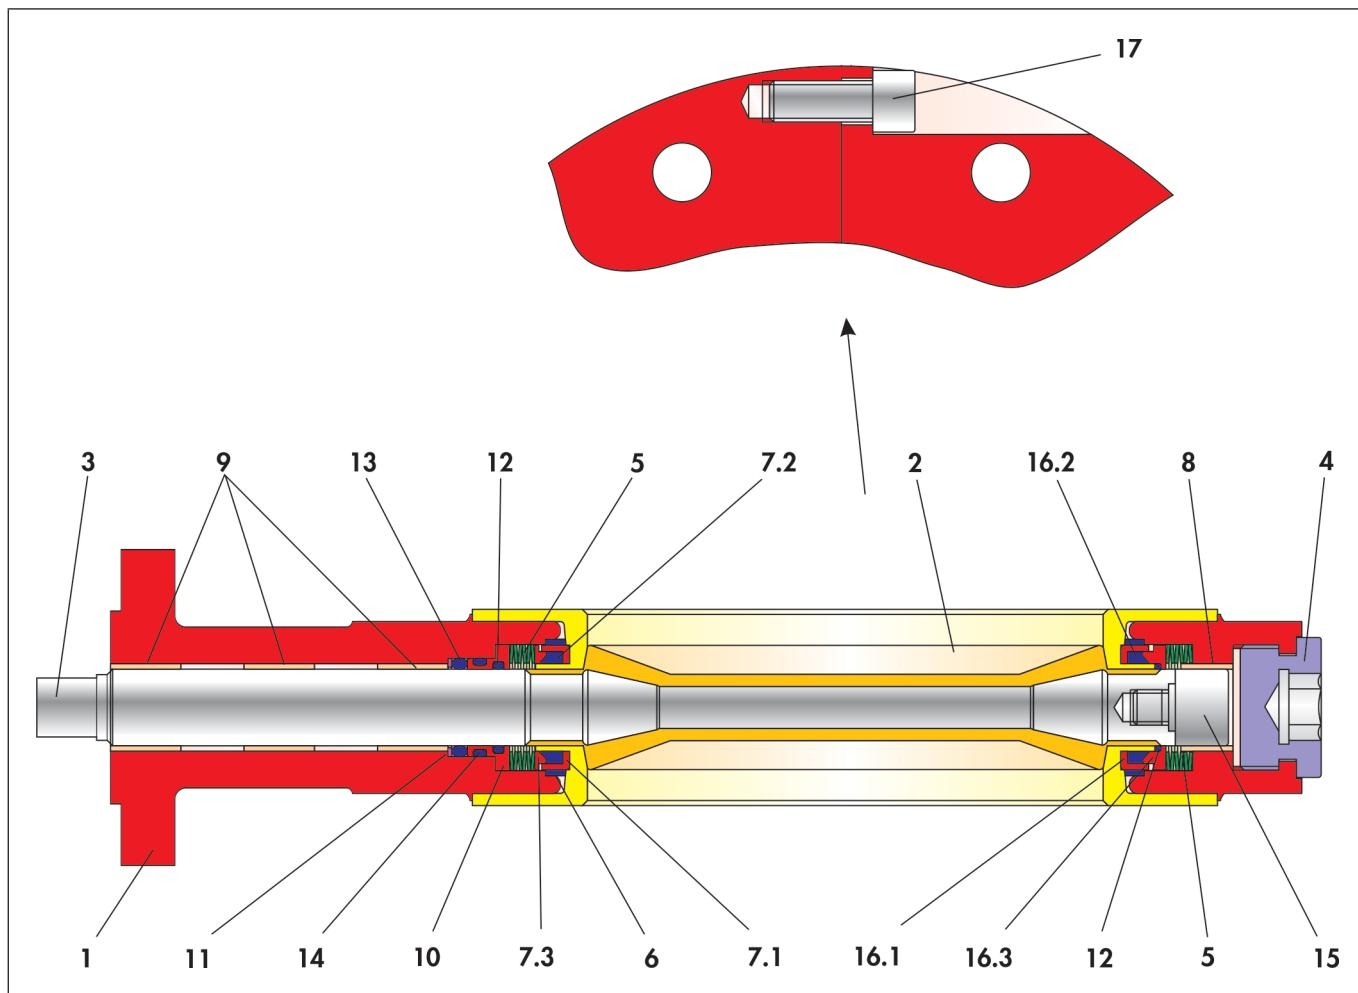

Figura 3-2: Desenho em corte da válvula borboleta BR 10e
- ⇒ Colocar o disco (16.1) sobre a parte inferior do veio da válvula borboleta (3) e sobre o colar do mancal do revestimento (2).
- ⇒ Colocar o O-ring (12) sobre o colar do mancal do revestimento.
- ⇒ Colocar o inserto (6) à volta do revestimento (2), encaixando os orifícios do inserto à volta do colar do mancal.
- ⇒ Aparafusar o parafuso do mancal (15) no pino do mancal do disco da válvula borboleta (3).
- ⇒ Introduzir o casquilho (8) no furo do veio da metade inferior do corpo (1b).
- ⇒ Inserir o jogo de anilhas de mola (5), composto por 6 anilhas de mola, na respetiva posição da metade do corpo (1b). Consultar a disposição da anilhas de mola na figura 3-2.
- ⇒ Introduzir os casquinhos (9) no furo do veio da metade superior do corpo (1a).
- ⇒ Introduzir o disco (11) no furo do veio até ao casquilho já montado.
- ⇒ Colocar o O-ring (13) no disco (11)= no furo do veio.
- ⇒ Introduzir os O-rings (12) e (14) nas respetivas reentrâncias do casquilho (10)
- ⇒ Introduzir o casquilho pré-montado no furo do veio até ao O-ring (13).
- ⇒ Inserir o jogo de anilhas de mola (5), composto por 6 anilhas de mola, na respetiva posição da metade do corpo (1a). Consultar a disposição da anilhas de mola na figura 3-2.